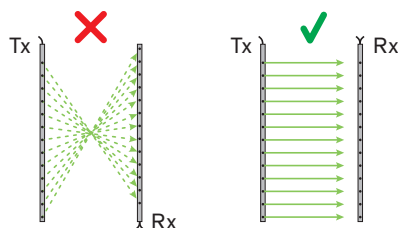

Figura 5: Posizionamento trasmettitore / ricevitore
- ▶ la barriera del trasmettitore non venga montata ruotata di 180° rispetto a quella di ricezione. In pratica, i cavi di collegamento delle barre ottiche **devono** essere fatti passare verso l'alto (Figura 5).